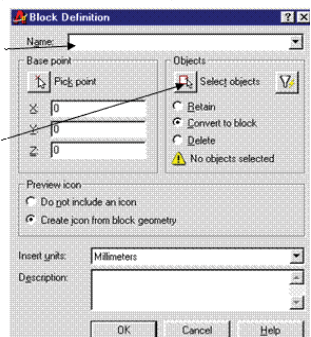

Рис. 195
2) в области Objects (Объекты) нажать кнопку Select objects (Выбрать объекты) и выбрать с помощью устройства указания объекты для создания описания блока (рис. 195). При этом диалоговое окно временно закрывается. Затем следует нажать клавишу <Enter> после окончания выбора объектов, и диалоговое окно откроется снова;